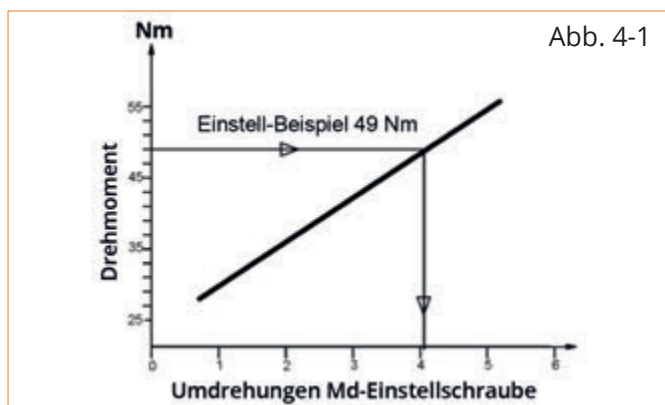

Abb. 4-1
2	Drehmomenteinstellung, siehe Abb. 4-1 , Seite 8
3. Md-Einstellschraube verdrehen und das erforderliche Drehmoment ungefähr einstellen, siehe Abb. 4-1.